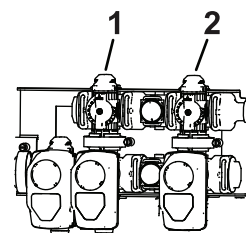

Figura 23
11. Reglați supapa de bypass de agitare (Figura 23) pe partea din spate a supapei de agitare până când valoarea presiunii indicată de manometru este de 6,9 bar.
9. Reglați maneta de bypass seciune principală pentru a controla nivelul de agitare din rezervor (Figura 23).